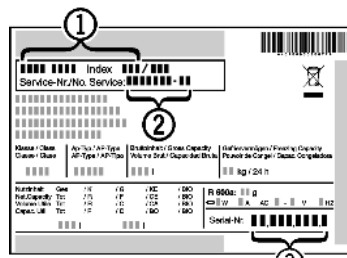

Fig. 9
- ▶ Наименование устройства Fig. 9 (1), сервисный № Fig. 9 (2) и серийный № Fig. 9 (3) считайте с заводской таблички. Заводская табличка находится внутри устройства слева.
- ▶ Обратитесь в сервисную службу и сообщите вид неисправности, наименование устройства Fig. 9 (1), сервисный № Fig. 9 (2) и серийный № Fig. 9 (3).